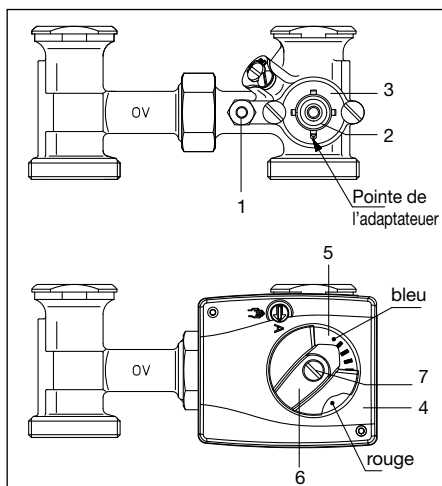

Fig. 5.6 Montage vanne mélangeuse à 3 voies DN25 / DN32
- Monter le dispositif contre torsion (1) sur le corps de la vanne.
- Monter l'adaptateur (2) sur le boisseau de la vanne (3) jusqu'en butée. Tenir compte du méplat!
- Monter le moteur (4) sur l'arbre du mélangeur.
- Placer l'affichage du sens de rotation (5) sur le moteur comme indiqué sur la fig. 5.6.
- Monter la poignée de réglage manuel (6) sur l'arbre du mélangeur avec la flèche se trouvant dans la zone bleue (en départ usine: sens contraire des aiguilles d'une montre à butée, position de service «A» service automatique).
- Insérer la vis (7) avec la rondelle dentelée et la serrer avec un couple de >5Nm.